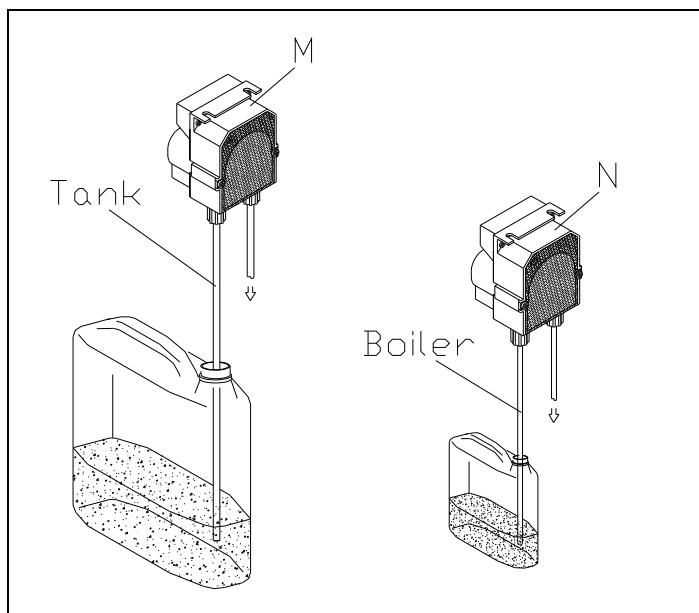

Fig. 3-4
- I dosatori di detersivo (M) (a richiesta) e brillantante (N) sono regolati dal costruttore. Nel caso si rendesse necessaria una diversa taratura agire sulla vite di regolazione degli stessi dosatori. I contenitori di detersivo e brillantante (se non in dotazione all'apparecchio) vanno posti presso la macchina ed il prelievo viene effettuato attraverso i tubi di raccolta trasparente (Tank per il detersivo e Boiler per il brillantante) situati nella parte posteriore dell'apparecchio (fig.3-4).
- The detergent dispenser (M) (optional) and rinse aid dispenser (N) are regulated by the manufacturer. If the setting needs to be changed, turn the regulating screw on the dispensers. The detergent and rinse aid containers (if not provided with the appliance) should be placed next to the machine and connected to the transparent pipes fitted to the back of the appliance (Tank for the detergent and Boiler for the rinse aid) (fig.3-4).
- Die Dosierer des Reinigungsmittels (M) (auf Anfrage) und des Glanzspülmittels (N) werden werkseitig eingestellt. Für andere Einstellungen die Stellschraube der Dosievorrichtung regeln. Die Behälter für Reinigungsmittel und Glanzspülmittel (wenn nicht mit dem Gerät mitgeliefert) müssen in unmittelbarer Nähe der Maschine stehen und die Entnahme erfolgt über die durchsichtigen Schläuche (Tank für das Reinigungsmittel und Boiler für Glanzspülmittel) an der Rückseite des Geräts (fig.3-4).
- Les doseurs du détergent (M) (sur demande) et du produit de rinçage (N) seront réglés par le constructeur. S'il vous fallait régler différemment, faire tourner la vis de réglage sur les doseurs mêmes. Les alvéoles à détergent et à produit de rinçage (si non fournies avec l'appareil) seront mises près de la machine et le prélèvement sera effectué par des tubes transparents (Tank pour le détergent et Boiler pour l'agent de brillantage) situés derrière l'appareil (fig.3-4).
- Los dosificadores de detergente (M) (a pedido) y abrillantador (N) salen de la fábrica regulados por el Constructor. En el caso de que se necesitara una regulación distinta, usar el tornillo de dosificación de los propios dosificadores. Si los contenedores de detergente y abrillantador no forman parte del equipamiento base, se deben colocar cerca de la máquina; el detergente y el abrillantador se sacan a través de los tubos de toma transparentes (letrero Tank para el detergente y Boiler para el abrillantador) ubicados en la parte trasera del aparato (fig.3-4).